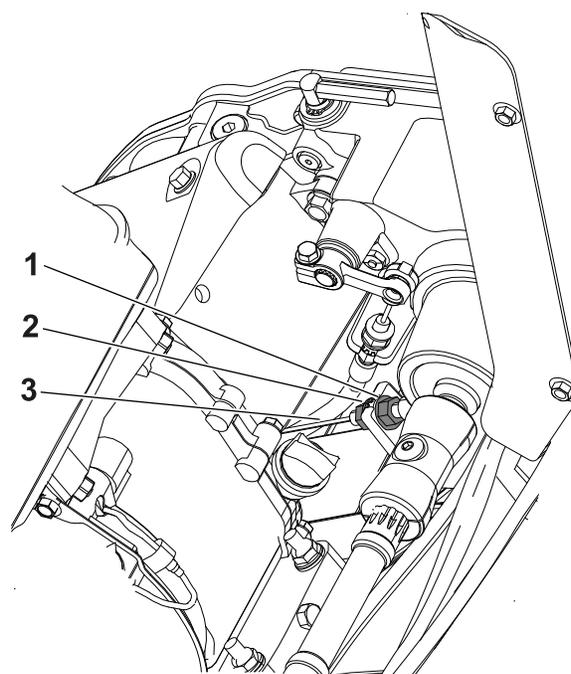

Figure 36
2. Desserrez l'écrou de blocage arrière et serrez l'écrou de blocage avant (Figure 36).